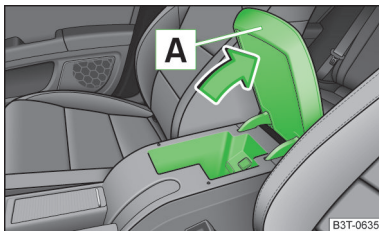

Abb. 73
- Den Deckel der Armlehne am Griff **A** in Pfeilrichtung ziehen und öffnen » Abb. 73.
- Den Deckel bis zum Anschlag öffnen, erst dann kann dieser nach unten entgegen der Pfeilrichtung geklappt werden » Abb. 73.